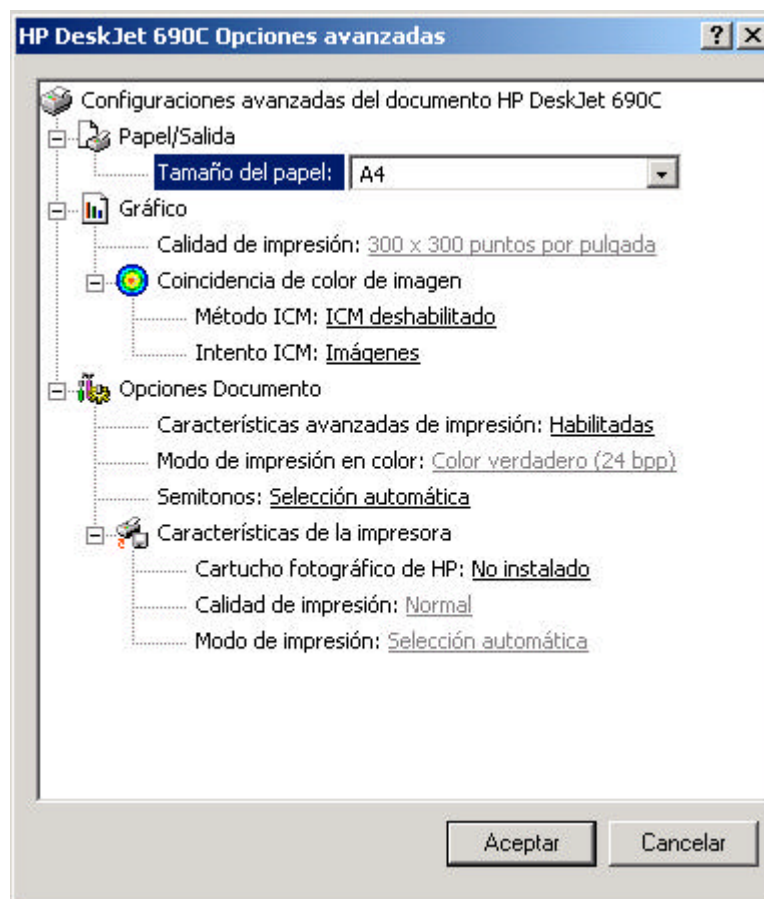

Figura 19.- Ventana Opciones avanzadas de la impresora HP DeskJet 690C.
- Configuración de calidad. Se puede elegir entre las opciones predeterminadas, que son: Óptima (alta calidad), Normal y Borrador (baja calidad) o la opción Personalizado. La configuración Personalizado deshabilita el resto de opciones, estableciendo la configuración de calidad previamente determinada por el usuario en opciones avanzadas, pulsando en el botón: , que al igual que en el caso anterior muestra una ventana como la de la figura 19 para la configuración personalizada de la impresora.